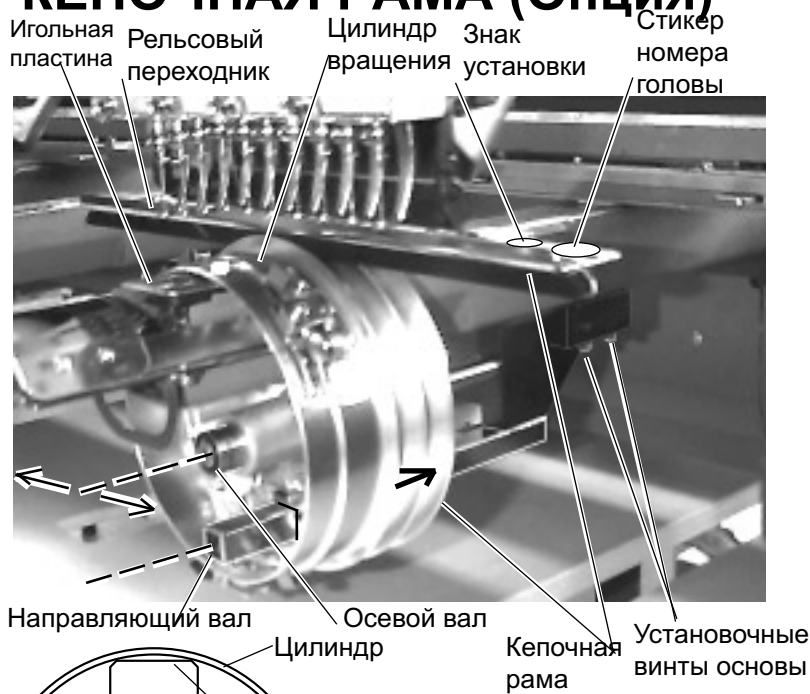

РИС.1
1. Как показано на рис.1 насадите кепочную раму на осевого вал и направляющий вал.
2. Как показано на рис.1 установите кепочную раму при помощи установочных винтов основы так, чтобы верхняя изнанка цилиндра плотно лежала на игольной пластине.